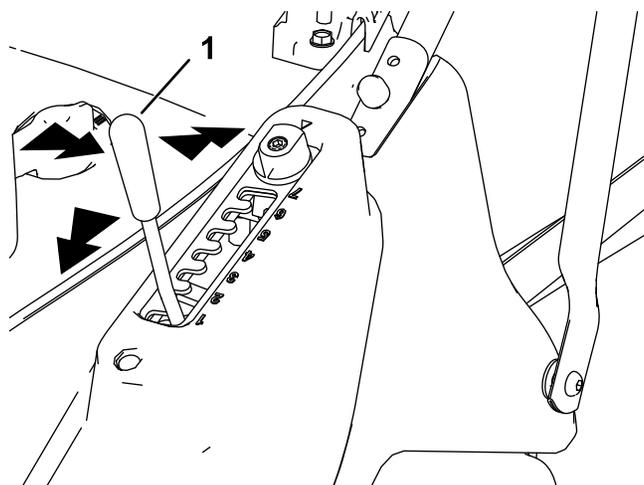

図 11
1. 刈高レバーを握り、横方向に引いて固定ノッチから外す 図 11。
2. レバーを前方に倒すと刈高が下がり、後方に引くと刈高が上がる 図 11。
3. 希望位置でレバーから手を離し、レバーが自動的にロック位置1-7のノッチのうちの一つに固定されたことを確認する 図 11。